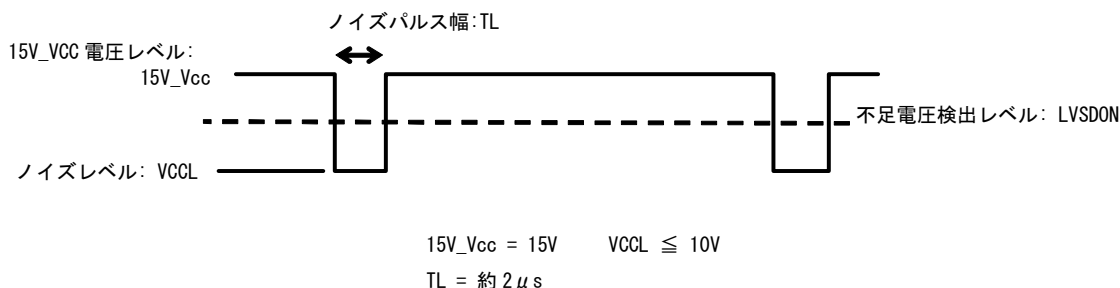

図 4.4.1 IC 破壊時の VCC ノイズ波形(例)
- ・対策 ①IC 端子に近接してパスコンデンサ C1 を配置する。パスコンデンサには、セラミックコンデンサ等の周波数特性の良いものを付加する。容量の目安は約 1 μF。
②さらに図 4.4.1 のように、15V_Vcc のサージ吸収のためモータ基板コネクタ部に近接してコンデンサ C2 等のサージ吸収素子を配置すると有効である。